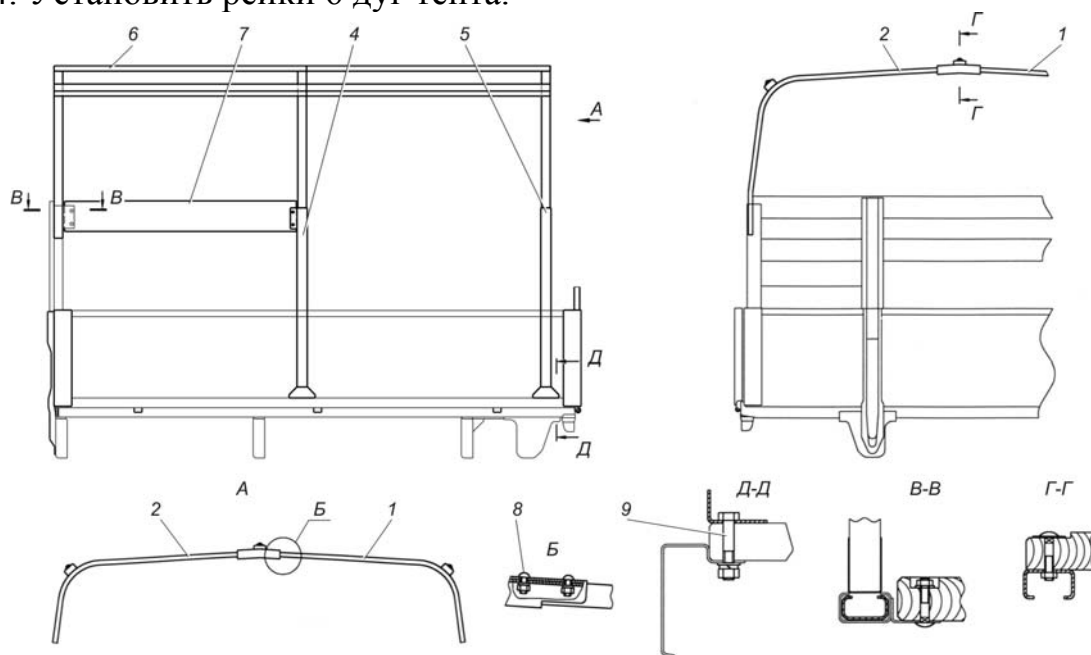

Рис. 12.3. Установка деталей каркаса тента:
1. Установить стойки 3, 4 и 5 (рис. 12.3) с правой, левой и задней стороны платформы. После установки стоек закрепить их болтами 9.